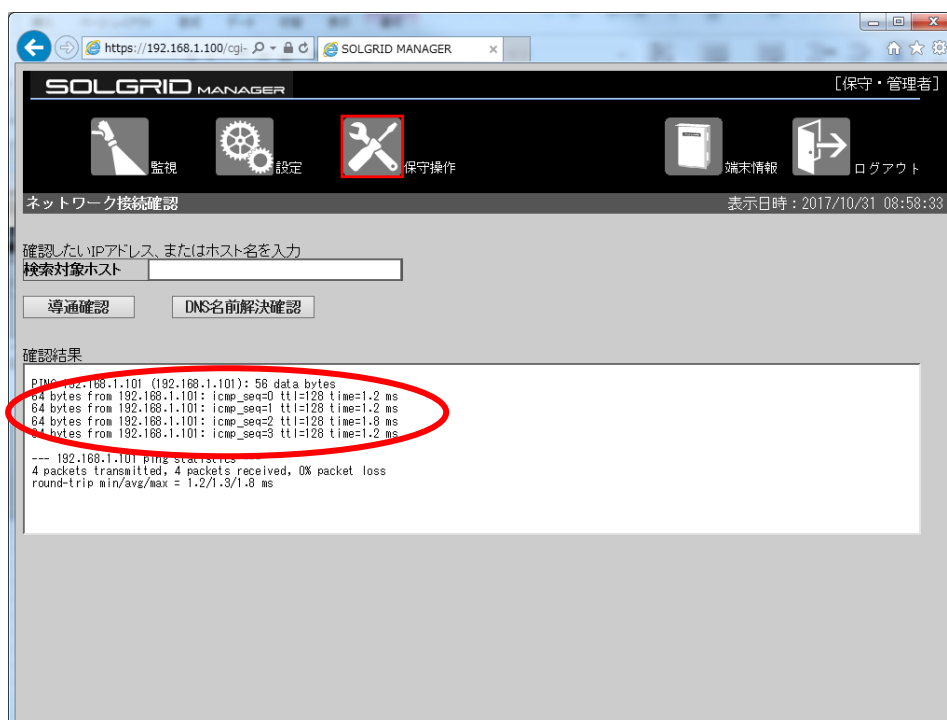

図 3.7-50 導通結果・正常時
④「確認結果」にコマンドの実行結果が表示されます。結果の確認方法の詳細は図 3.7-50 を参照してください。
正常に通信できている場合は、図 3.7-50 に示すように 4 行の応答結果が表示されます。